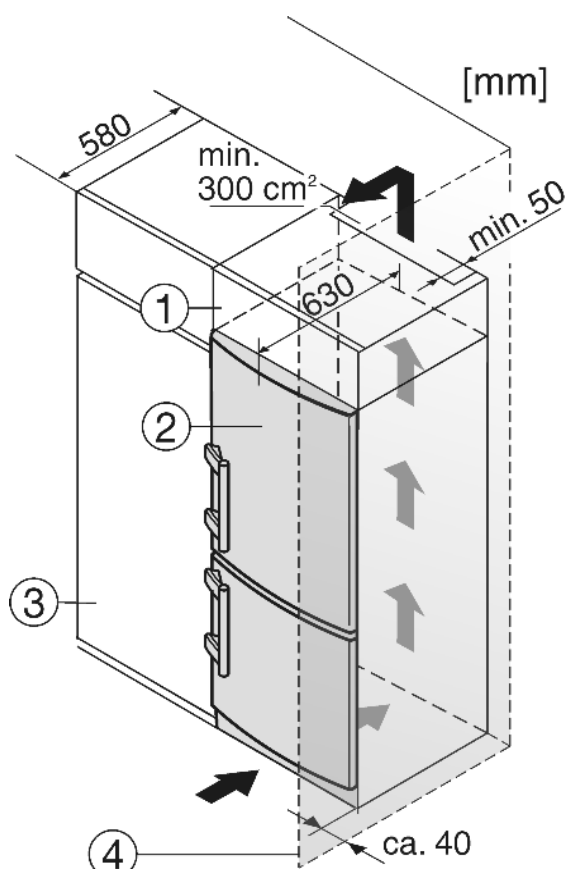

Fig. 9
- (1) Nástavná skříňka
- (2) Příklad
- (3) Kuchyňská skříň
- (4) Stěna
Zařízení lze zabudovat do vybavení kuchyně. K vyrovnání přístroje Fig. 9 (2) na výšku kuchyňské linky lze na přístroj nasadit odpovídající nástavec Fig. 9 (1).
Při montáži do kuchyňských skříní (hloubka max. 580 mm) lze přístroj instalovat hned vedle kuchyňské skříně Fig. 9 (3). Dvířka přístroje přesahují přední stěnu kuchyňské skříně na stranách o 34 mm a uprostřed o 50 mm. To umožňuje jejich volné otevírání a zavírání.
Když se přístroj instaluje závěsy vedle stěny Fig. 9 (4), musí být vzdálenost přístroje od stěny alespoň 40 mm. To odpovídá přesahu madla při otevřených dveřích.